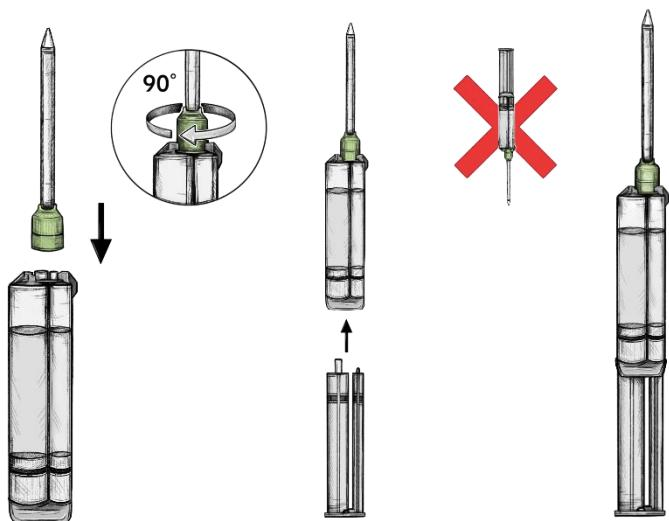

Imagen. 5
5. Empuje la punta del aplicador firmemente hacia la jeringa y gire la tuerca de la punta del aplicador  $90^{\circ}$  en sentido horario para bloquear la punta en la jeringa (fig. 5). Si no se gira la tapa, la punta de aplicación no quedará bloqueada y podría caerse de la jeringa antes o durante la aplicación, y el glutaraldehído sin reaccionar con la albúmina podría provocar daños en los tejidos.
6. Mantenga la jeringa en posición vertical e inserte el émbolo doble en la parte posterior de las cámaras correspondientes de la jeringa hasta que note la resistencia de los émbolos de silicona (fig. 5).